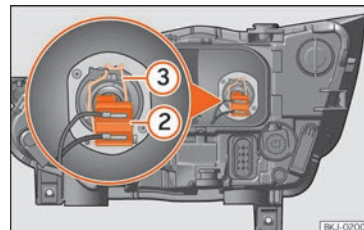

Abb. 105 Im Motorraum: Glühlampe Abblendlicht.
- Ziehen Sie den Stecker von der Lampe »» **Abb. 105** **②** ab.
- Nehmen Sie die Haltefeder »» **Abb. 105** **③** durch Eindrücken und Rechtsdrehung ab.